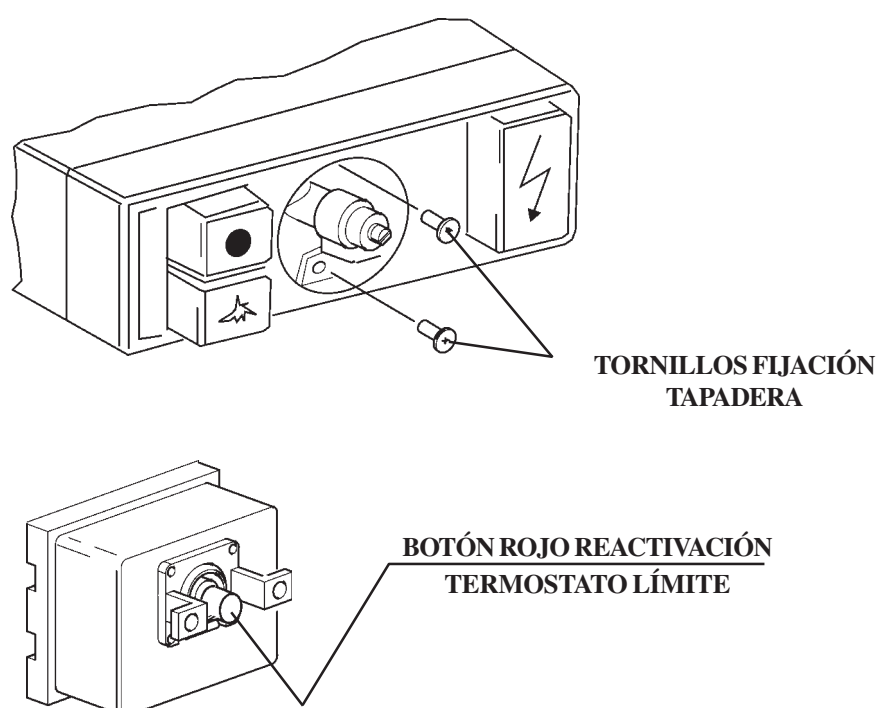

Fig. 11
G) Termostato de seguridad (Fig. 11)
Las freidoras constan de un termostato de seguridad (Fig. 11) que interviene en caso de sobrecalentamiento del aceite. Cuando está activado, para hacer funcionar nuevamente el aparato, hay que activar de otra vez el termostato (Fig. 11), operación que debe ser efectuada por personal experto, luego de haber comprobado la causa de su activación.